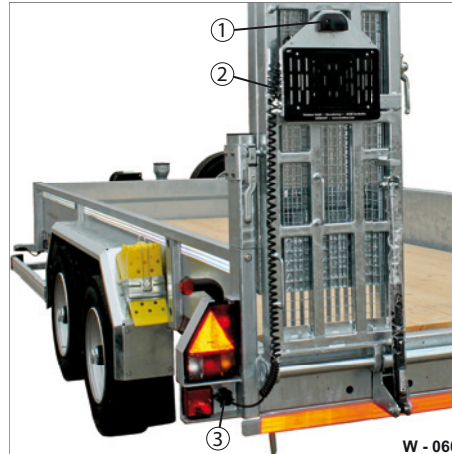

Abb. 59 Kabelverbindung
- ▶ Lösen Sie den Stecker (Abb. 59/3).
- ▶ Prüfen Sie den Spiralkabel (Abb. 59/2) auf Beschädigungen.